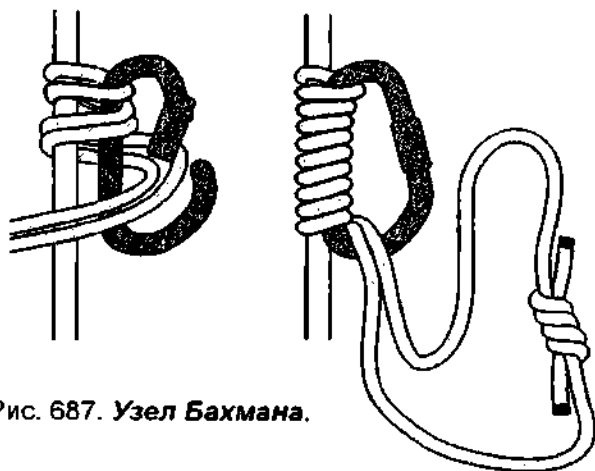

Рис. 687. *Узел Бахмана.*
*Узел Бахмана* – это схватывающий узел с карабином (рис. 687). Карабин своей длинной стороной прикладывается к основной верёвке, репшнур простёгивается в карабин, складывается вдвое и 2–4 раза обматывается вокруг основной верёвки и длинной стороны карабина, при каждом витке простёгиваясь через карабин. Нагруженный *бахман* надёжно сжимает карабин и исключает его перемещение по основной верёвке.